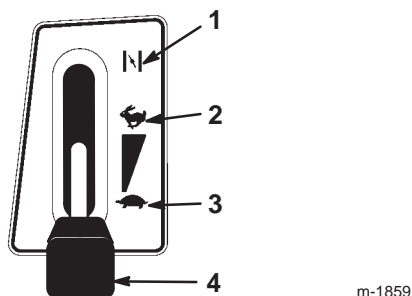

Bild 8
4. Stellen Sie den Gashebel auf Choke (Bild 8).
6. Schieben Sie den Gashebel, sobald der Motor angesprungen ist, langsam auf Schnell (Bild 8). Sollte der Motor stoppen oder stottern, schieben Sie den
1. Stellen Sie den Gashebel auf Schnell (Bild 8).